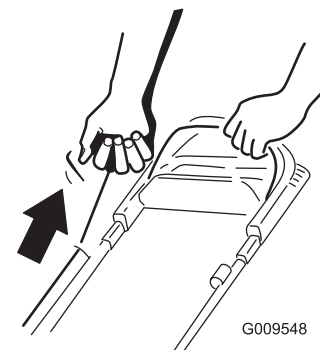

Figura 17
2. Tire de la cuerda de arranque (Figura 17).
Nota: Cuando tire del arrancador de retroceso, tire suavemente hasta que note resistencia; luego tire con fuerza (Figura 17). Deje que la cuerda vuelva lentamente al manillar.